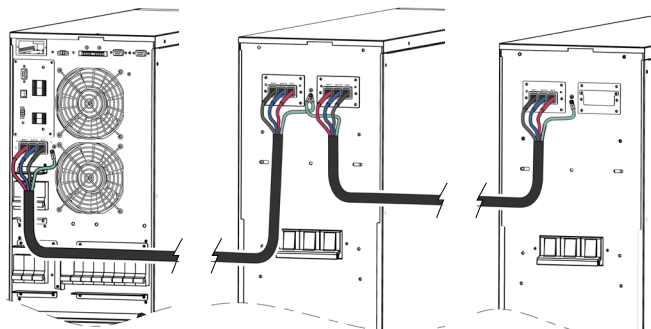
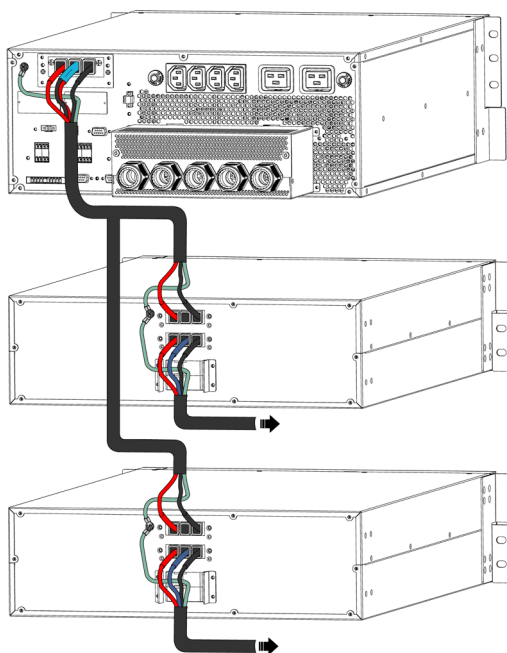

Fig. 41. Connexion entre l'onduleur et une ou plusieurs armoires de batteries.
Fig. 43. Raccordement entre l'onduleur version rack 15 et 20 kVA et une ou plusieurs armoires batteries.
- L'armoire de batteries est reliée à l'onduleur à l'aide du tuyau de câbles fourni avec chaque armoire de batteries, en connectant une extrémité aux terminaux de l'onduleur et l'autre aux terminaux du module du batteries, en respectant la polarité indiquée sur l'étiquetage de chaque élément et dans ce mode d'emploi. La connexion doit respecter la couleur de câbles : une couleur de positif de l'onduleur au positif de l'armoire de batteries ; une autre couleur de négatif de l'onduleur au négatif des batteries ; une couleur de neutre de l'onduleur à la prise moyenne de batteries (N). Utiliser un câble vert-jaune pour interconnecter les prises de terre, voir Fig. 41. Les Fig. 8, Fig. 9 et Fig. 10 illustrent plus en détail les connecteurs de batteries et leur terre respective.
- Pour les autonomies étendues comprenant **plusieurs modules ou armoires de batteries**, la connexion sera toujours en parallèle entre eux et l'équipement (voir Fig. 41 à Fig. 43).